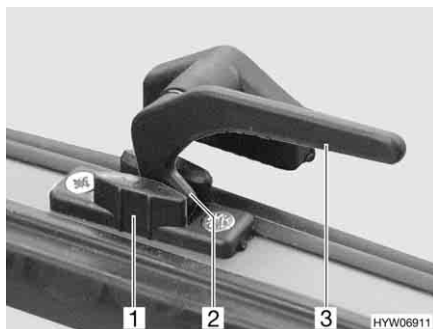

Fig. 93 Leva di serraggio in posizione "Aerazione continua"
- In posizione di "Aerazione continua" (Fig. 93)
- Ruotare tutte le leve di serraggio (Fig. 93,3) di un quarto di giro verso il centro dell'oblò.
- Girare nuovamente all'indietro tutte le leve di serraggio. Contemporaneamente riportare il nasello di chiusura (Fig. 93,2) nella rientranza del bloccaggio dell'oblò (Fig. 93,1).